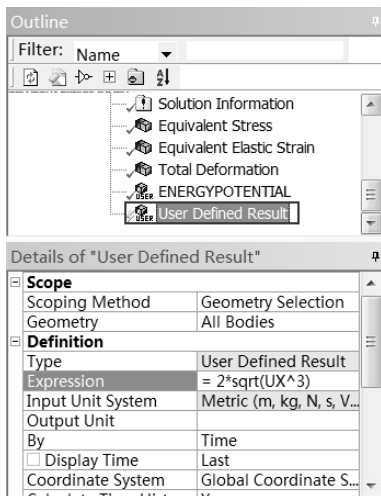
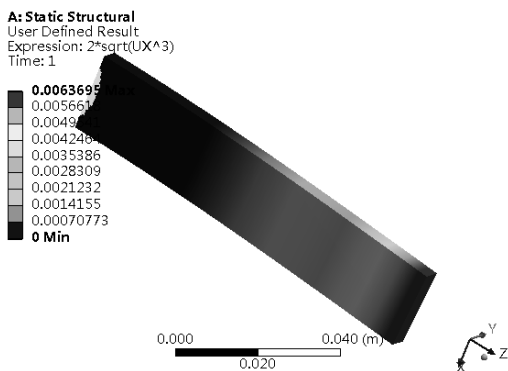

图 4-66 设置
图 4-67 自定义云图
Step15：选择 Solution (C4) 命令，单击工具栏中  User Defined Result 的命令，此时出现如图 4-66 所示的 Details of “User Defined Result” 窗口，在窗口的 Expression 栏中输入如下关系式： $2*\sqrt{UX^3}$ 并计算，此时将显示如图 4-67 所示的云图。